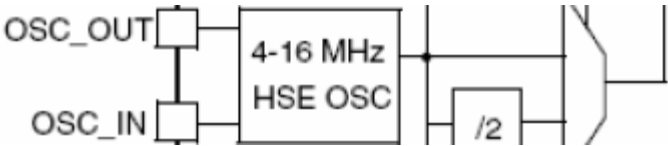

图 5-45 HSE 高速外部时钟
2. HSE 是高速外部时钟，可接石英/陶瓷谐振器，或者接外部时钟源，频率范围为 4MHz~16MHz，时钟树的截图如下图 5-45 所示：